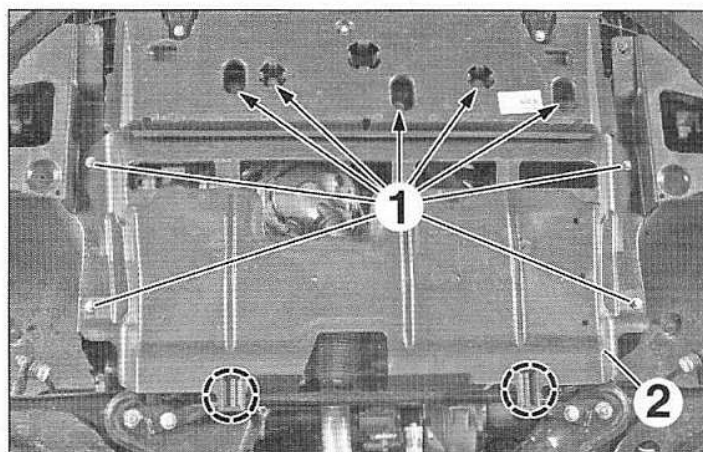
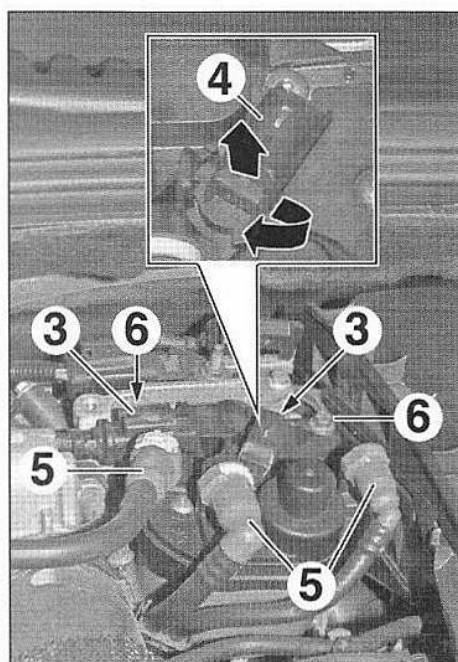
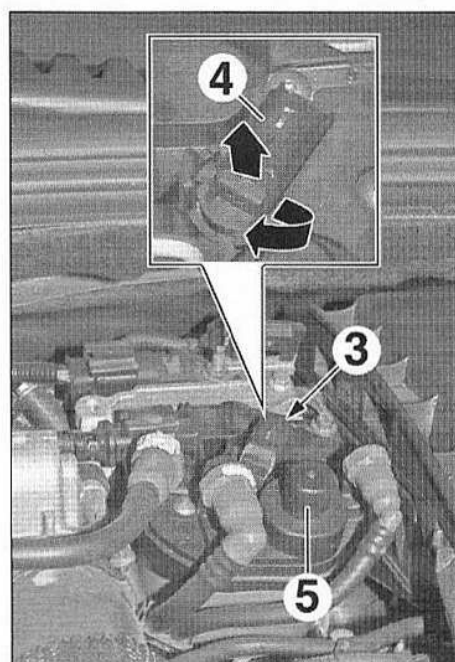

FIG.70
FIG.71
FIG.74
- Selon équipement, déposer les vis (1) (Fig.70).
- Dégrafer et déposer la protection sous moteur (2).
- Débrancher les connecteurs (3) du réchauffeur et du capteur de présence d'eau (si équipé) (Fig.71).
- Suivant l'équipement, débrancher le connecteur du capteur de présence d'eau (3) dans le carburant (Fig.74).
*Le connecteur du capteur de présence d'eau dans le carburant fait office de verrou de la vis de purge d'eau (4) du filtre à carburant.*
- Déverrouiller la vis de purge d'eau (4) en la tournant dans le sens horaire puis en la soulevant jusqu'en butée.
- Verrouiller la vis de purge d'eau (4).
- Suivant l'équipement, rebrancher le connecteur du capteur de présence d'eau dans le carburant (4).
- Amorcer le circuit de carburant à l'aide de la pompe d'amorçage (5) jusqu'à sentir une nette résistance.